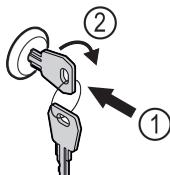

Fig. 163
- 按入钥匙。Fig. 163 (1)
- 将钥匙顺时针转动 90°。Fig. 163 (2)